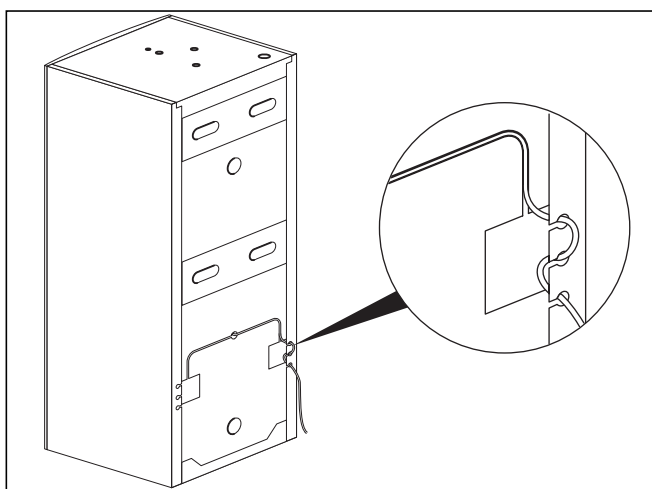

Fig. 5.1 Connexion du câble de la sonde de ballon
- Insérez la sonde comme sur la fig. 5.1 dans sa douille (cf. fig 2.1, réf. 11).